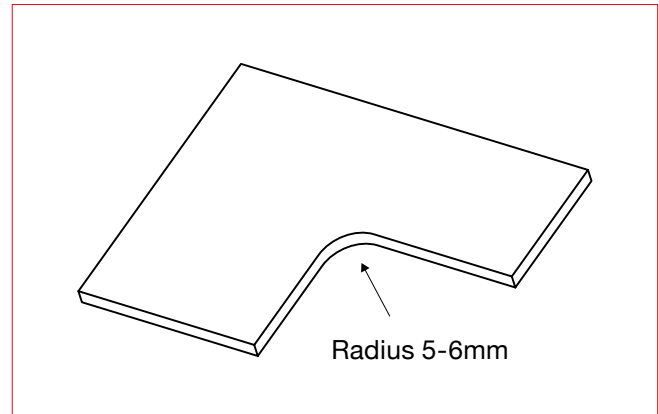

fig.10 – Afrundede hjørner af
- Afrund hjørner ved udskæringer for at undgå spændingssprækker eller revner, anbefalet radius på 8-10 mm (se fig.10)